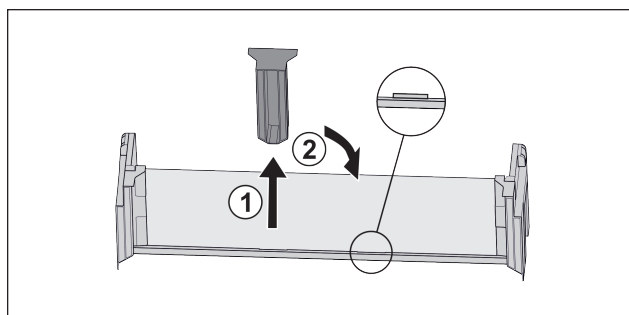

Fig. 18\*
- ▶ Extraire la pièce de retenue centrale Fig. 18 (1).\*
- ▶ Insérer la pièce de retenue centrale en deuxième position Fig. 18 (2).\*